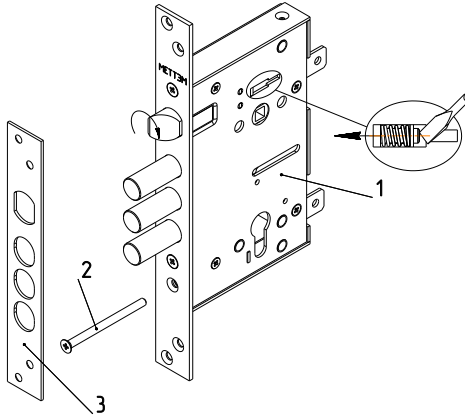

Рис.1
Комплектность замка приведена в таблице и показана на рис. 1.
4.2. Установить, при необходимости, защелку в соответствующее положение для правой или левой двери путем ее выдвигания из корпуса отверткой через паз в крышке замка и разворота на 180° вокруг своей оси (см. рис.1). **При перевоороте защелки лицевую планку снять, отвернув винты крепления.**